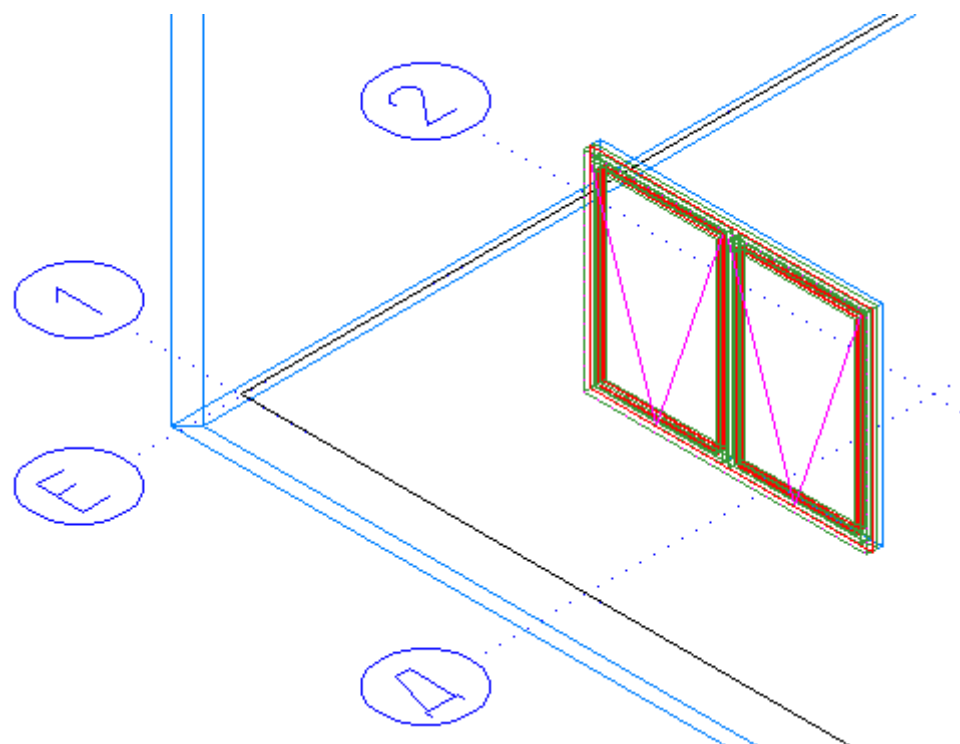

Рисунок 15
- Результат представлен на Рисунок 15.